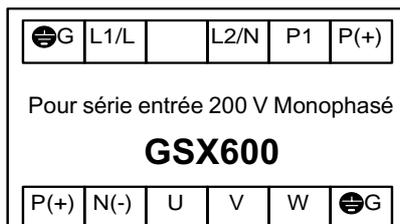

Figure 2-3-1 Disposition du circuit et des bornes de mise à la terre
1. Raccordez toujours l'alimentation aux bornes d'entrée puissance L1/L, L2/N du circuit principal du variateur. Si elle est raccordée à d'autres bornes, le variateur sera endommagé (voir Figure 2-3-1).